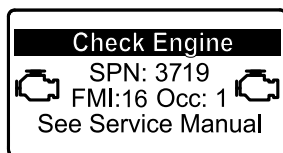

図 35
- ・ 駐車再生が必要になると、インフォセンターにエンジン警告 SPN 3719, FMI 16 図 35 が表示され、エンジン出力が 85% にダウンします。